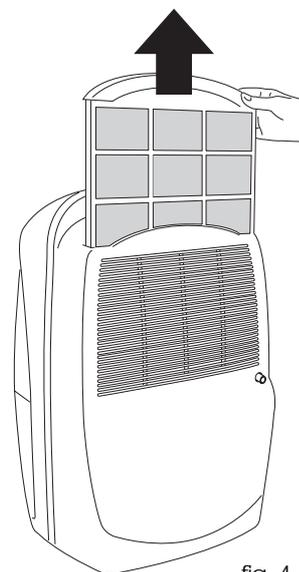

fig. 4
- Retire o filtro de ar puxando-o para fora (fig. 4).